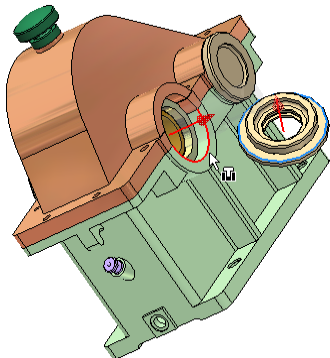

图 10-36 插入约束示意图
①单击【装配】标签栏【零部件】面板上的【放置】工具按钮,打开【打开】对话框,选择4种不同类型的端盖零件(文件名为“端盖 1-1.ipt”、“端盖 1-2.ipt”、“端盖 2-1.ipt”和“端盖 2-2.ipt”),将其分别装入到当前工作环境中。
②以端盖 1-1 为例,单击【装配】标签栏【位置】面板上的【约束】工具按钮,打开【放置约束】对话框,装配类型选择为【插入】,选择图 10-36 中所示的轴承孔的外侧表面和端盖零件的对应配合表面,设置偏移量为零,方式选择为【反向】,单击【确定】按钮完成插入装配约束。
③其他几个端盖的装配与此类似,故不再详细讲述。